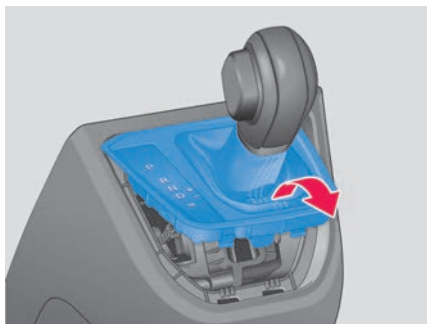

Abb. 84 Abdeckung der Schaltkulisse ausbauen.
3. Abdeckung im Bereich der Wählhebelsmanschette mit angeschlossenen elektrischen Leitungen vorsichtig nach oben ziehen → **Abb. 84**.